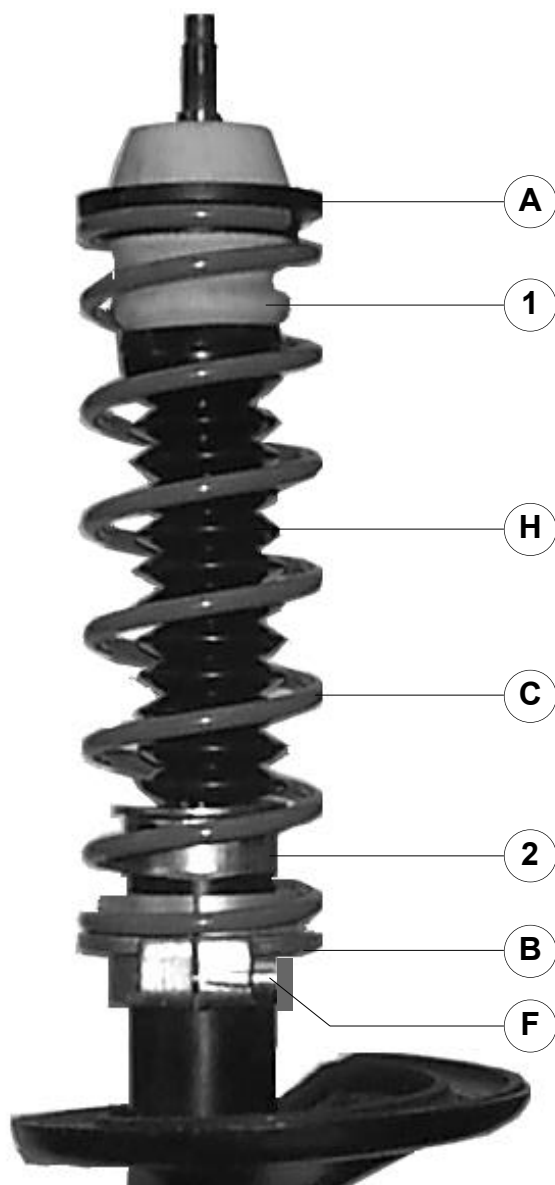

fig.1
4. Montez la coupelle **B** sur le tube de l'amortisseur, à **5mm** en dessous de la rondelle **2**. Orientez les boulons **F** vers l'extérieur du véhicule, voir fig.1. Serrez les boulons **F** à un couple de serrage de **10Nm**.